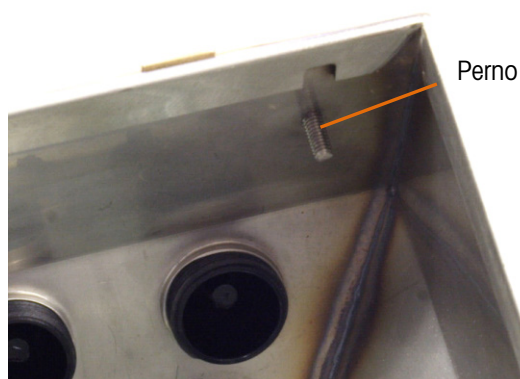

Figura A-10: Perno per l'attacco capovolto del pannello anteriore
4. Ruotare attentamente il retro dell'armadietto di 180 gradi e ricollegare le piattine di massa ai due perni accanto ai manicotti di serraggio utilizzando i due dadi precedentemente rimossi. La Figura A-10 mostra uno dei perni. Serrare i due dadi.